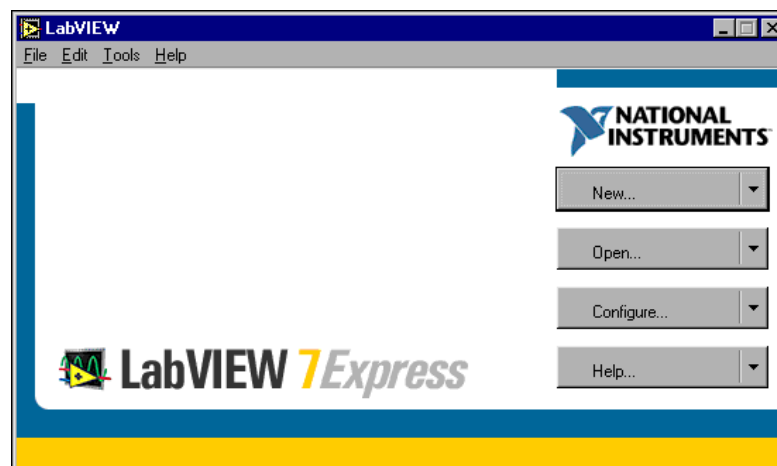

Figura 1-2 La finestra di dialogo LabVIEW.
2. Nella finestra di dialogo **LabVIEW**, mostrata nella Figura 1-2, fare clic sul pulsante **New** per visualizzare la finestra di dialogo **New**.